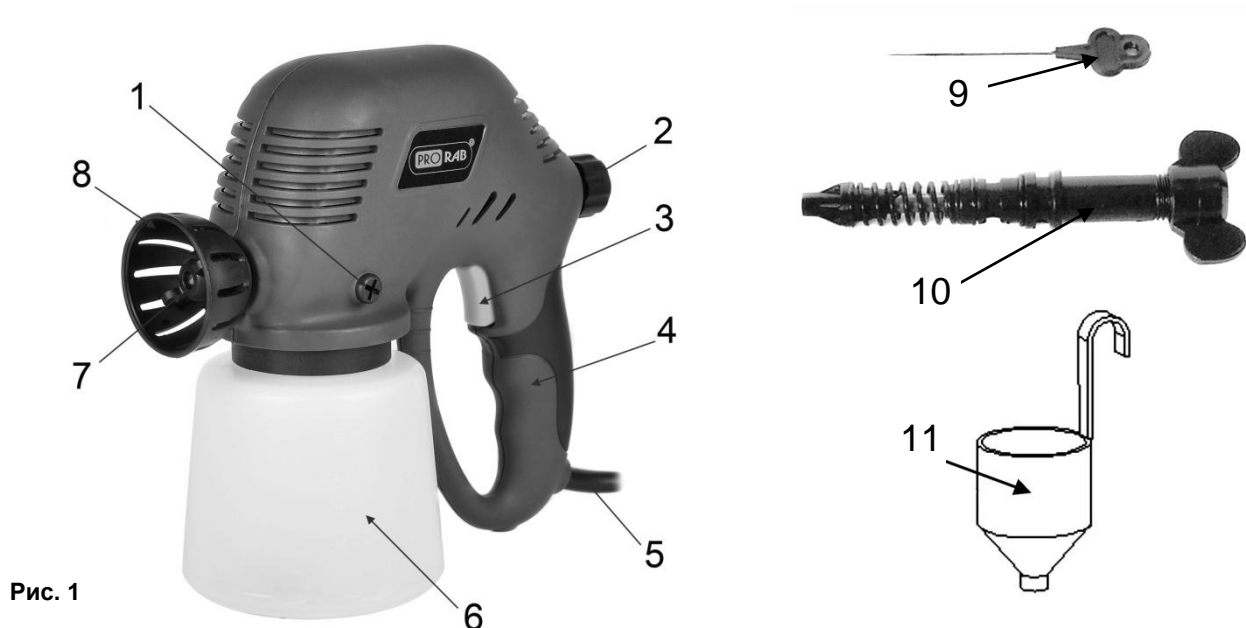

Рис. 1
- Для определения густоты краски, в комплект поставки входит специальная воронка (11)(См. Рис.1).
- Установите бачок для краски (6)(См. Рис.1) на ровной поверхности.
- Поставьте над ним воронку (11)(См. Рис.1), как показано на рисунке 2.
- Для включения краскораспылителя нажмите клавишу (3)(См. Рис.1). Для выключения - отпустите клавишу.
- Включите краскораспылитель и поверните регулятор струи (2)(См. Рис.1) против часовой стрелки, до тех пор, пока не будет оптимальной формы пятна распыления.